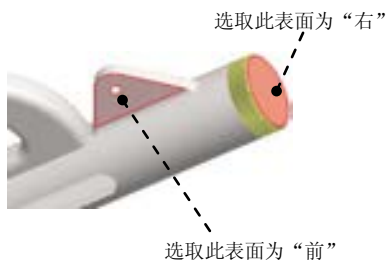

图 9.1.3 定向组件模型
(1) 定义放置参照 1: 在 **参照1** 下面的下拉列表中选择 **前**, 再选取图 9.1.3 中的模型表面。该步操作的意义是使所选模型表面朝前, 即与屏幕平行且面向操作者。
(2) 定义放置参照 2: 在 **参照2** 下面的列表中选择 **右**, 再选取图中的模型表面, 即将所选模型表面放置在右边。